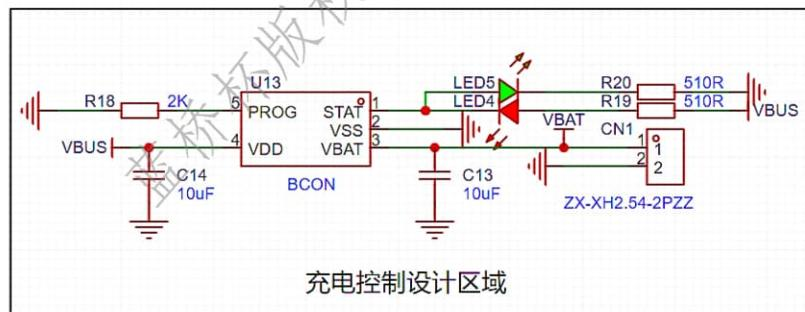

图 3 充电控制区域设计图
1、在嘉立创 EDA 专业版设计环境下打开“资源数据包”中所提供的工程文件 15P1D\_EDA.eprj。在充电控制设计区域内，使用给定的器件，完成图 3 所示的原理图电路绘制。注意：除试题一中要求选手绘制的 BCON 器件外，其它器件、网络均已给定，请勿修改器件位号、网络名称等信息。